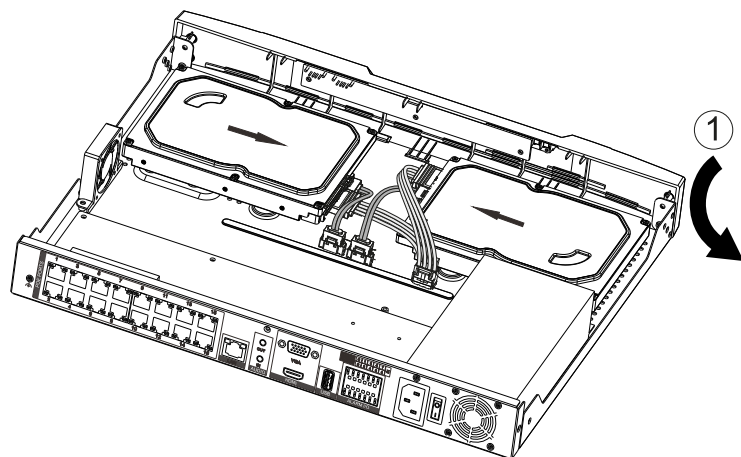
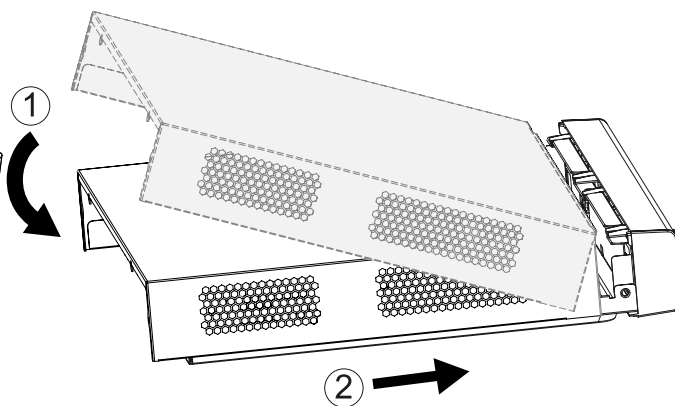

Рисунок 7
Рисунок 8
2) Подключите кабель питания и передачи данных к HDD (рисунок 7). Установите верхнюю крышку корпуса и прикрутите её винтами (рисунок 8).